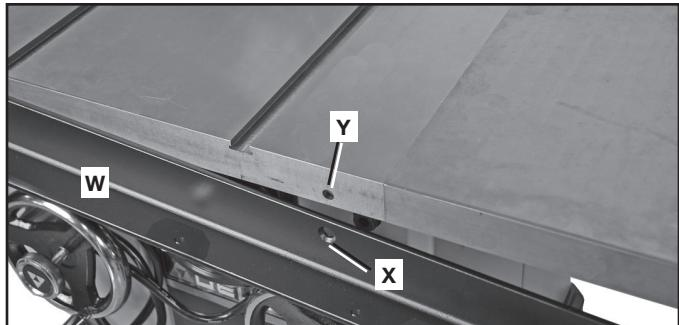

FIG. 11
1. Assembler la barre de guidage avant (W) fig. 11 sur le bord avant de la table de la scie à l'aide des deux vis d'assemblage à tête plate à 6 pans creux de 5/16-18 x 25 mm (1 po) et d'écrous à embase cannelés de 5/16-18.
2. Des vis sont insérées dans les deux grands trous à fraiseuse (dont l'un est illustré à (X) fig. 11) de la barre de guidage avant et dans les deux orifices (Y) à l'avant de la table de la scie.